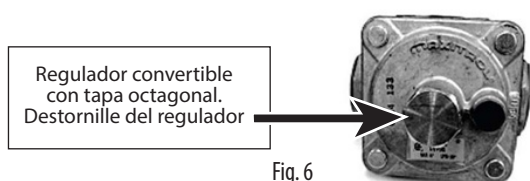

Fig. 6
5. Antes de instalar el regulador convertible incluido, destornille la tapa octagonal. Puede leer (NAT) en el inserto de plástico adjunto a la cabeza de la tapa; delo vuelta y encájelo en su lugar (Fig. 6).